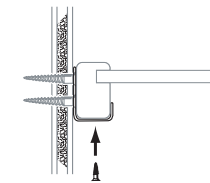

FIG. 5.4
- Attacher la tablette à tous les crochets en L avec des vis n° 4 de 3/4 pouce (fig. 5.4).
- Reprendre l'étape avec chaque tablette (A).